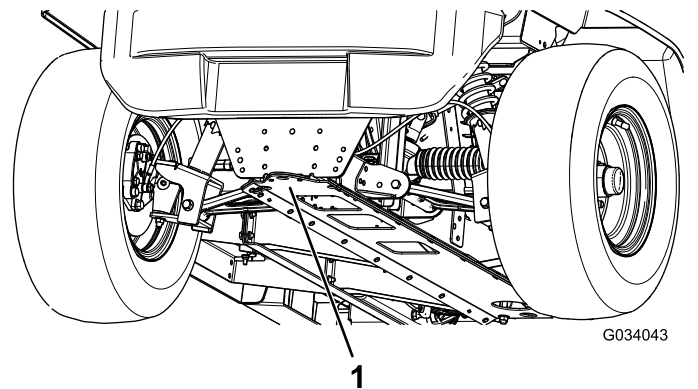

Bild 22
- Die vordere Hebestelle der Maschine befindet sich vorne am Rahmen hinter der Anhängerkupplung (Bild 22).